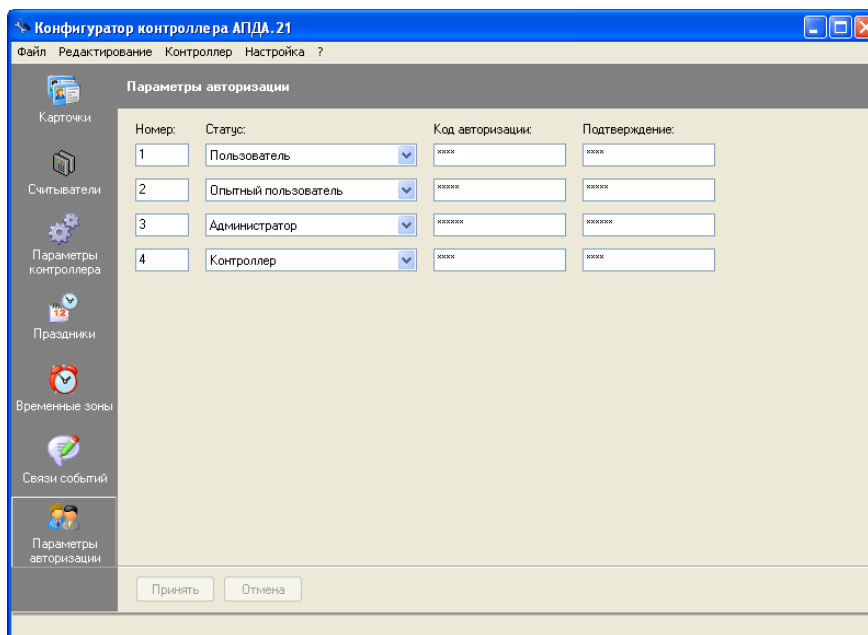

Рисунок 278
- 12) При необходимости, измените параметры авторизации при обмене по сети. Для этого выберите пункт меню "Редактирование/Параметры авторизации", в открывшемся окне "Параметры авторизации" (см. Рисунок 278) отредактируйте коды авторизации и нажмите кнопку "Принять".